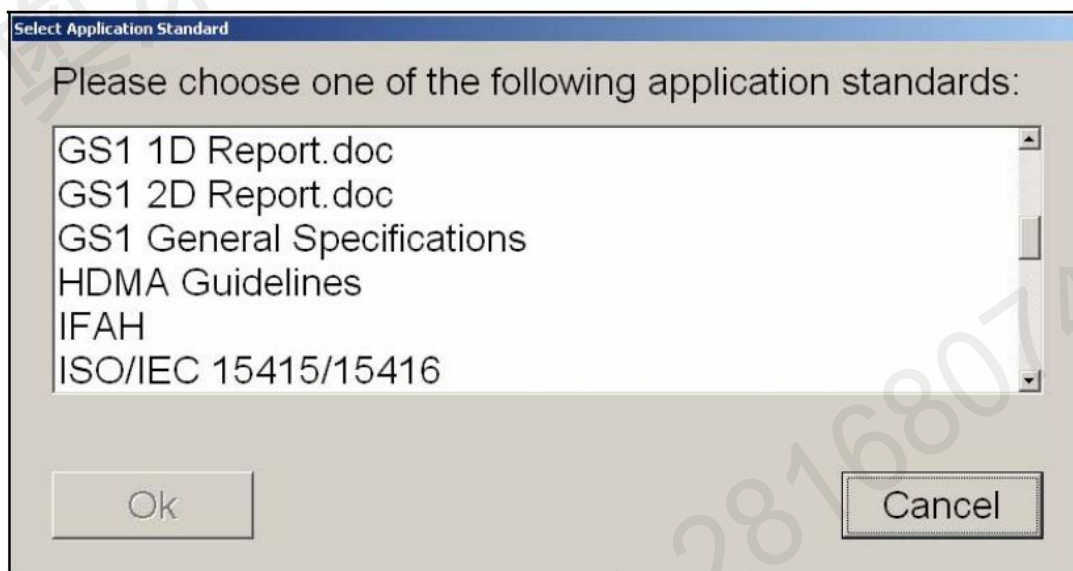

图9：选择应用标准
A. 选择与标签上的条形码体系相应的适当应用标准后点击[Ok]，然后切换至[Grading]标签完成设置(图9)。